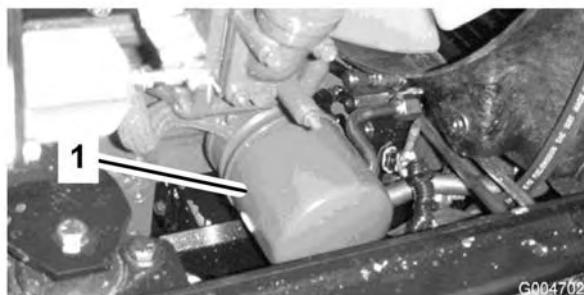

Bild 50
- Entfernen Sie den Ölfilter (Bild 50). Ölen Sie die neue Dichtung am Ölfilter leicht mit frischem Öl ein, bevor Sie den Filter eindrehen. **Ziehen Sie nicht zu fest.**